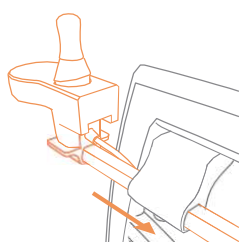

Figura 4: Deslice el controlador de joystick en el soporte.
- Asegúrese de que el cable del controlador de joystick esté desconectado antes de conectarlo. Desconecte aflojando los anillos de metal. Deslice el controlador de joystick desconectado a través del agujero en el soporte. Asegúrese de que el cable corre entre el marco y el controlador como se muestra en **(Figura 4)**.